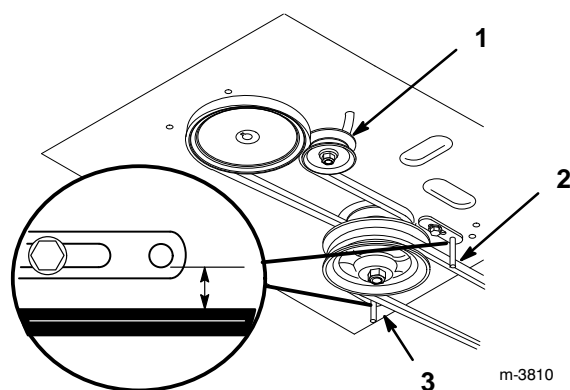

Figure 45
5. Monter une courroie neuve sur les poulies moteur et de transmission (Fig. 45).
6. Glisser la poulie folle dans le châssis moteur pour tendre la courroie de traction (Fig. 45).
8. Contrôler le réglage des guide-courroie sous le châssis moteur (Fig. 45) et le corriger si nécessaire. Si les guide-courroie sont correctement réglés, la courroie non embrayée ne doit pas pendre ni tomber de la poulie.